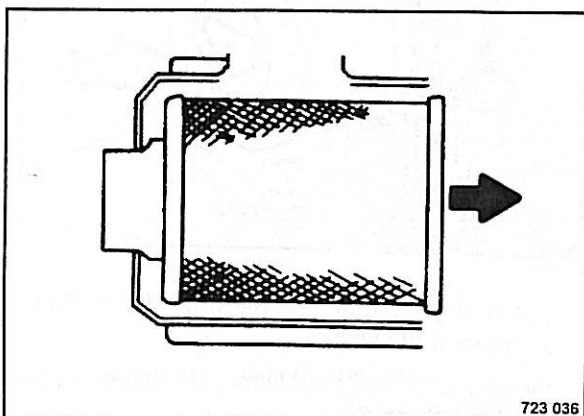

Fig. 132
- Extraer el elemento filtrante principal (Fig. 132) con mucho cuidado de la carcasa.